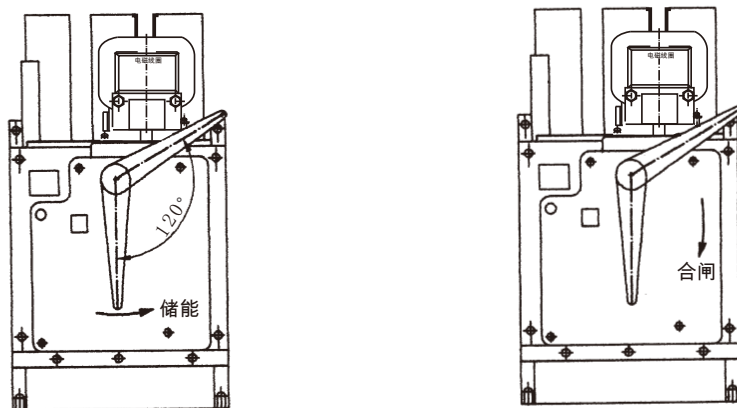

图13 操作示意图
7.3.4 手动操作断路器时，应逆时针转动手柄，转动到120°角度时，断路器处于储能位置，再顺时针扳下手柄，使断路器快速合闸，见图13。